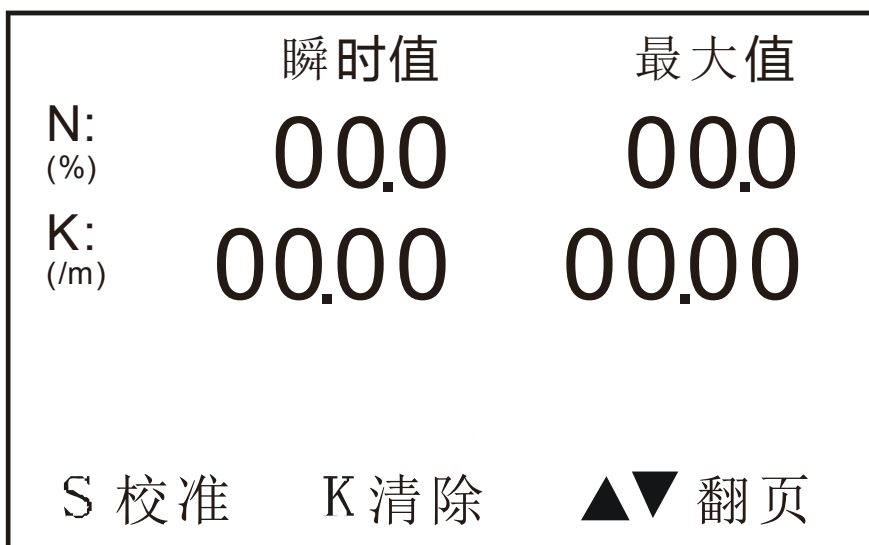
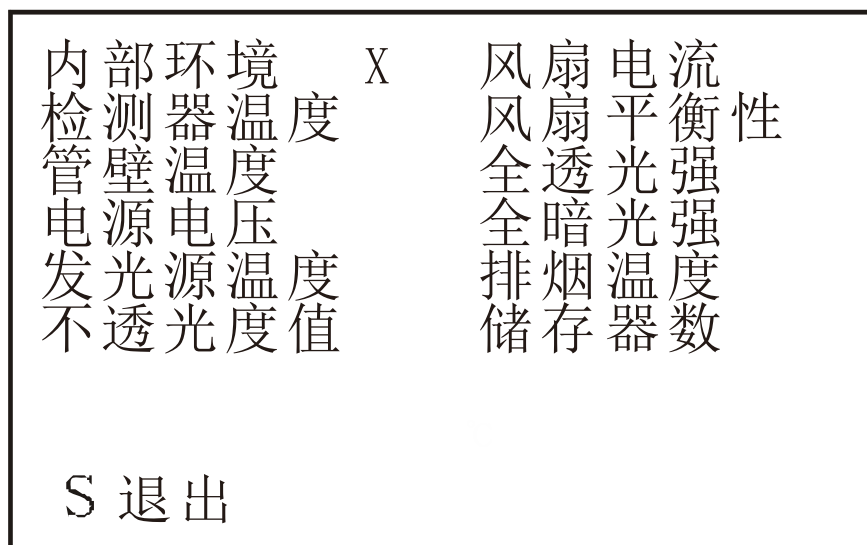

图 5-2 不透光度计模式主菜单界面
图 5-6 “报警信息”界面
1) 该界面(如图 5-2 所示)可动态显示不透光度(N)、光吸收系数(K)、转速的瞬时值和最大值。界面下方共设有 4 个按钮选项,按下“▲”键或“▼”键,可以翻页显示其他功能键,可按“S”功能键可以进行校准操作,可按“K”功能键可以进行清除最大值操作。在该界面下可进行全负荷稳定转速试验和单次自由加速试验。
仪器处于不透光度计主界面，按下“▲”键或“▼”键，将下方的菜单切换到“报警”界面(见图 5-2)。仪器进入“报警信息”界面，如图 5-6 所示。在“报警信息”界面中，当故障出现时，则相对应故障信息后的“()”内将出现“报警”字样，当故障消除后“报警”字样将自动消除。按“退出”按钮退出此界面，返回不透光度计主菜单。